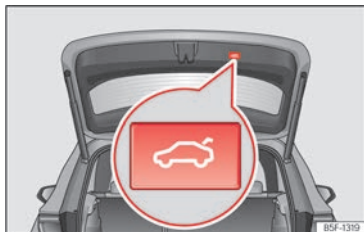

Abb. 82 Heckklappe: Taste zum Schließen der Heckklappe.
- Drücken Sie kurz die Taste  an der Heckklappe » **(Abb. 82)**, »  in *Einleitung zum Thema auf Seite 114*.
Während des Vorgangs zum Öffnen oder Schließen der Heckklappe ertönen akustische Signale. *Ausnahme:* Wenn die Heckklappe mittels Haltegriff geöffnet oder mit der dafür vorgesehenen Taste geschlossen wird » **(Abb. 82)**.
- Drücken Sie die Taste  » **(Abb. 82)** an der Heckklappe mindestens 3 Sekunden lang.
- Drücken Sie die Taste  » » (Abb. 82) an der Heckklappe mindestens 3 Sekunden lang.